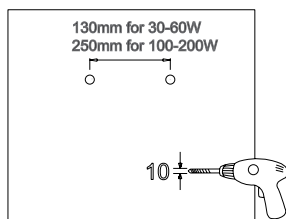

Fig. 30
Step 1: Drill holes on the wall as shown on figure 30.
Étape 1 : Percez des trous sur le mur comme indiqué sur la figure 30.